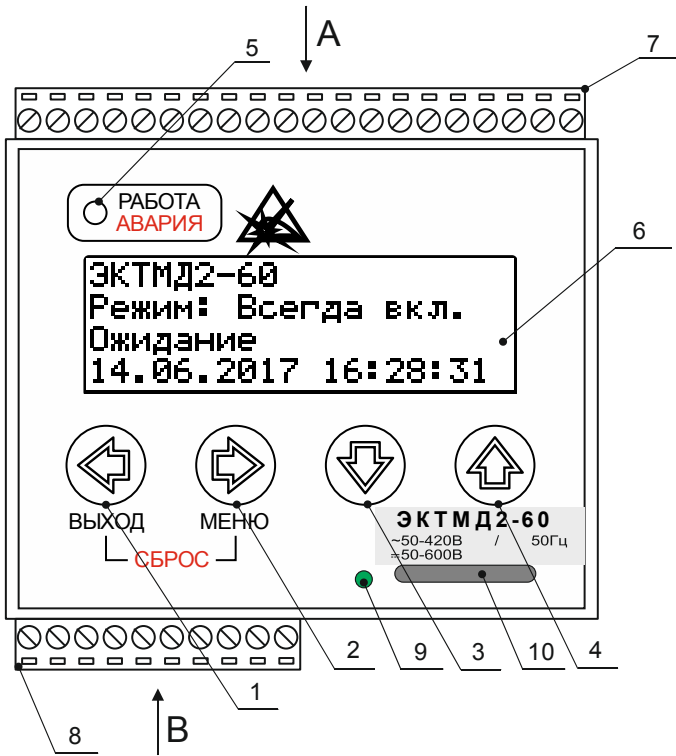

Рисунок 1 - Внешний вид контроллера ЭКТМД2
5.1. Внешний вид контроллера и расположение его органов индикации и управления показаны на рис.1.